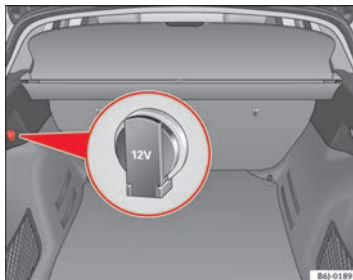

Fig. 87 Vue partielle du revêtement latéral du coffre à bagages : prise de courant de 12 volts
- Levez le cache de la prise de courant ⇒ fig. 87.